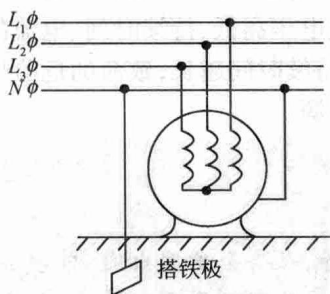

图 1-3 保护接零
②保护接零(中线),是将电气设备的金属外壳或构架与供电系统中的零线(中线)可靠地连接起来,如图 1-3 所示。